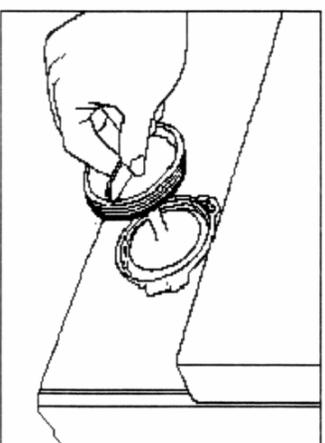

Fig. 13
- Dévissez le filtre en tournant dans le sens inverse des aiguilles d'une montre et vidangez (Fig. 13).